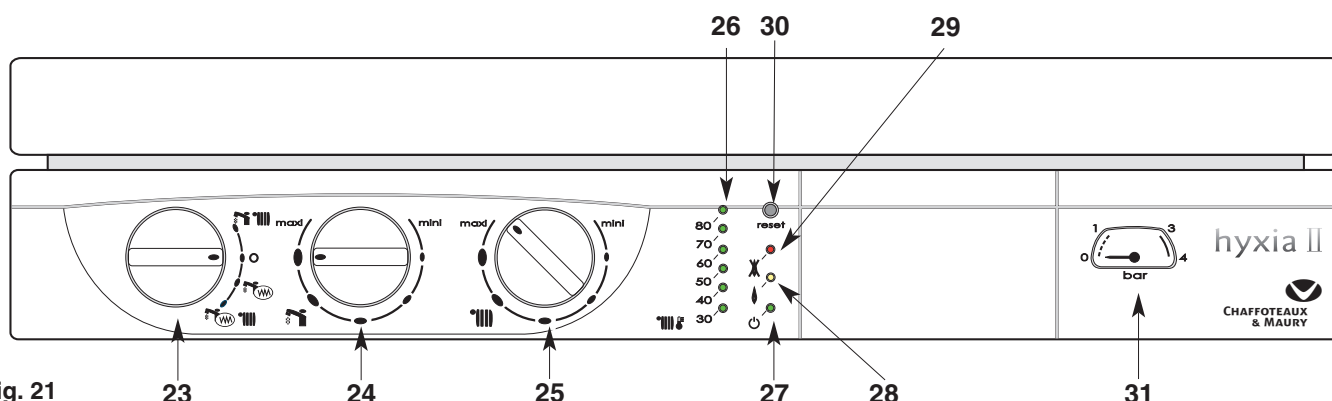

Fig. 21
Tableau de bord (fig. 21)
- Placez le commutateur **23** (fig. 21) en position  voyant vert **27** allumé ; le voyant orange **28** (fig. 21) s'allume chaque fois que le brûleur entre en fonction.
Le bouton de réglage du chauffage **25**  (fig. 21) donne la possibilité d'ajuster la température de l'eau du circuit de chauffage en fonction des besoins saisonniers.
- Placez le commutateur **23** en position «O » le voyant vert **27** (fig. 21) reste allumé. La fonction hors gel de la chaudière reste active.
*Ne pas oublier de le rouvrir en début de saison de chauffage, lorsque l'on remplace le commutateur **23** (fig. 21) en position  .*
Après vérification du circuit de ventilation (gaine, extracteur, etc...) il sera possible de réarmer la chaudière (en agissant sur le bouton **30** fig. 21), le thermostat, refroidi, aura remis le circuit et la température d'extraction des produits de combustion sera normale.